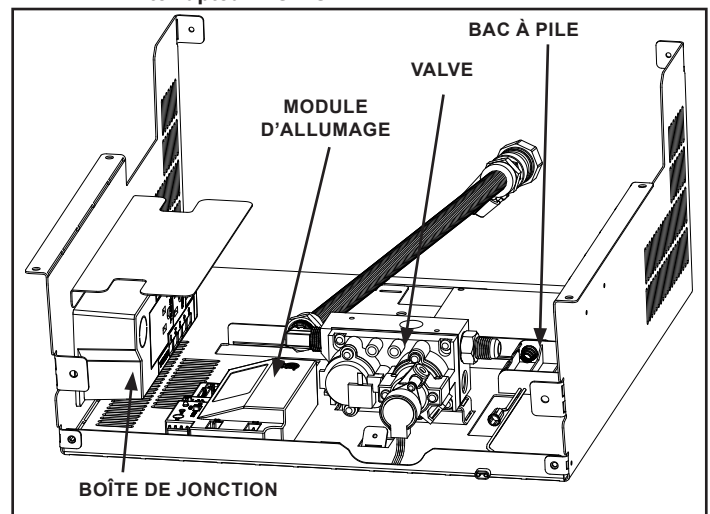

Figure 3.7
Le système d'amorçage par veilleuse à allumage intermittent IntelliFire^{MC} Plus possède un système de secours à piles permettant le fonctionnement pendant une panne de courant. Le système offre une transition facile de l'alimentation c.a. de la maison vers les piles de secours. Un bloc-piles installé en usine se trouve dans le logement des commandes du foyer. Voir la figure 3.7. La longévité et la performance des piles seront affectées par une exposition à long terme aux températures de service de cet appareil.
- Localisez le module d'allumage dans la cavité de contrôle. Voir la figure 3.7